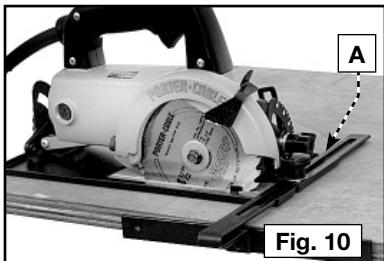

Fig. 10
Le recul se produit quand la lame est pincée et repousse la scie vers l'utilisateur. Positionnez la scie sur le côté du corps. Restez concentré et tenez la scie fermement pour bien la maîtriser. Lâchez la gâchette immédiatement si la lame coince ou si la scie cale. Maintenez la lame bien aiguisée. Supportez les panneaux comme indiqué à la Fig. 10. Utilisez un guide ou un règle pour le guidage lors de la refente. NE forcez PAS sur l'outil. NE soulevez PAS la scie de la pièce pendant le sciage tant que la lame tourne.
Pour les coupes de refente étroites, le guide de refente, offert en accessoire, peut être utilisé. La scie est guidée en maintenant la face intérieure du guide de refente (A) Fig. 10, fermement contre le bord de la planche.